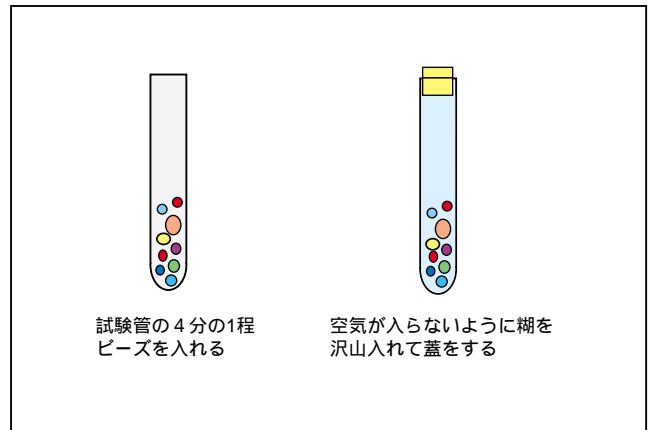

図 3
- (3) 試験管にビーズを4分の1程入れ、洗濯糊（洗濯糊：水＝約4：1）をなるべく気泡が入らないように入れ蓋をする（図3）。